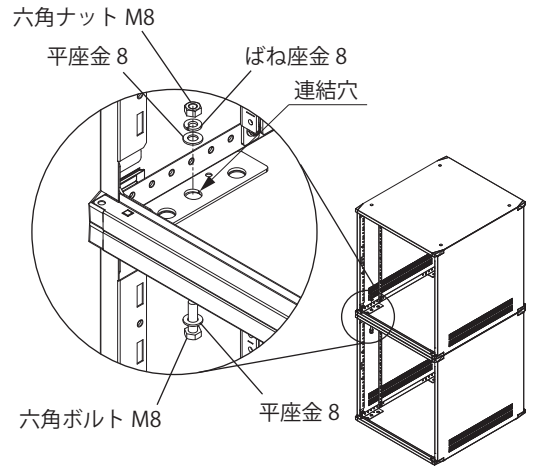

図8
3. ラック天井面と底面の連結穴(φ10 4か所)に、六角ボルト M8×20・六角ナット M8・ばね座金 8・平座金 8を取り付けてください。(図8)